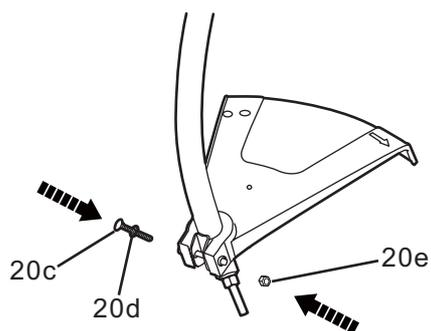

Fig. 3
- 2). Placez le capot de protection (20) et son support (20b) sur le support situé sur le tube inférieur (fig. 3).
- 3). Fixez le capot (20) avec le boulon (20c), la rondelle (20d) et l'écrou (20e). Serrez bien le boulon.